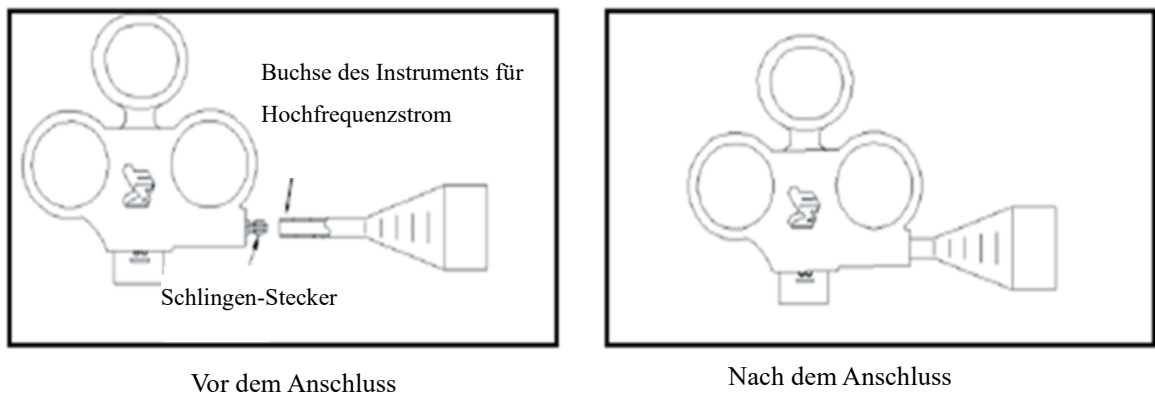

Abbildung 4
3. Schließen Sie den Stecker der sterile heiße Schlinge an die Buchse des Hochfrequenz-Elektrochirurgiegeräts an. Achten Sie auf den korrekten Anschluss (siehe folgende Abbildung 4).